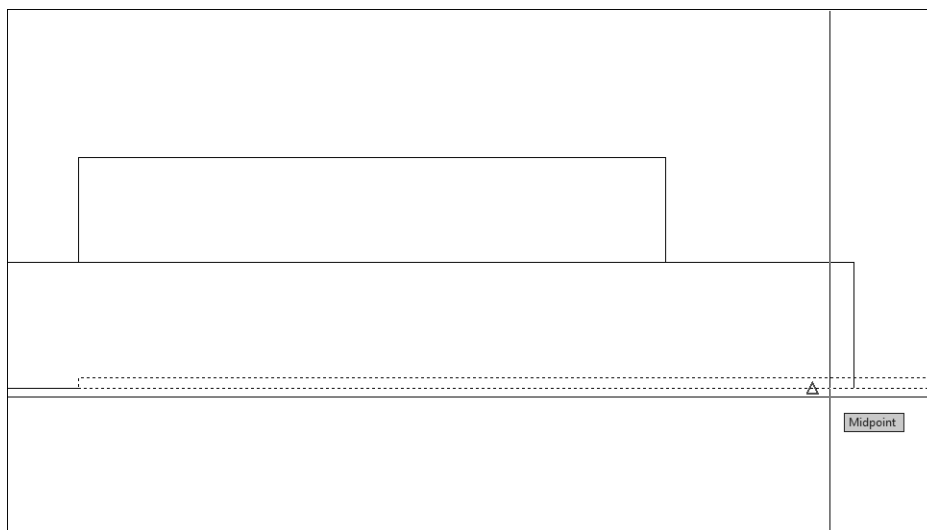

Рис. 5.20. Задание базовой точки с использованием режима Midpoint
- AutoCAD предложит в командном окне выбрать базовую точку. Включите режим привязки Midpoint (Середина) и выберите точку, которая находится посередине нижней линии контура выделенного прямоугольника (рис. 5.20).